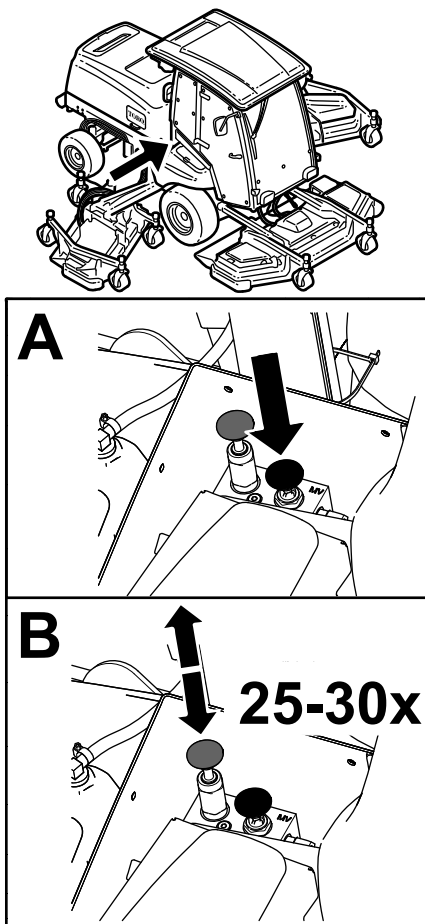

Figura 39
1. Valvola di bypass (2)
4. Rilasciate manualmente il freno di stazionamento utilizzando la valvola di bypass e lo stantuffo, come illustrato nella Figura 39.